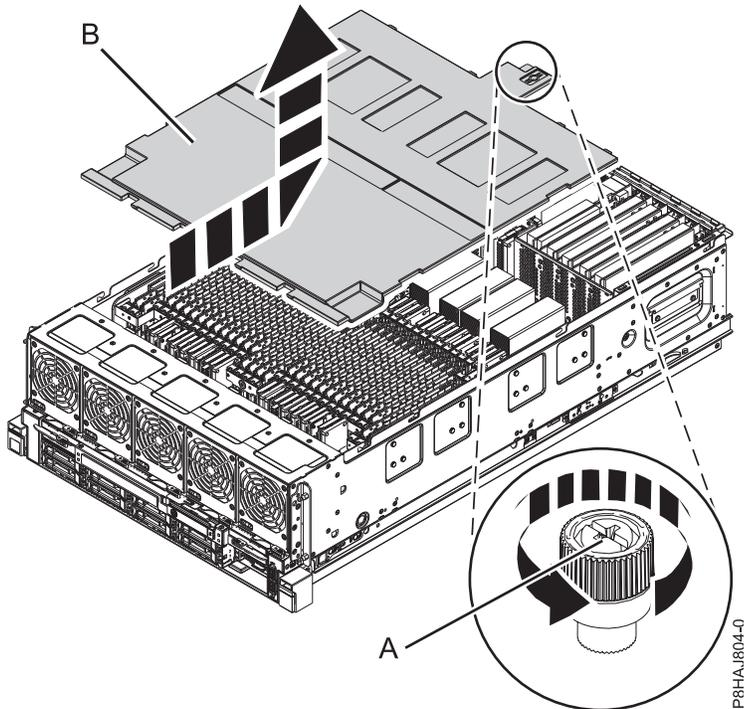

Figura 20. Remover a tampa de segurança
2. Desaperte o parafuso de aperto manual (A) localizado na parte posterior da tampa, ao rodá-lo na direcção apresentada na Figura 20 na página 50.
3. Faça deslizar a tampa de segurança (B) em direcção à parte posterior do sistema. Quando a parte anterior da tampa passar a extremidade superior da estrutura, levante a tampa e retire-a do sistema.